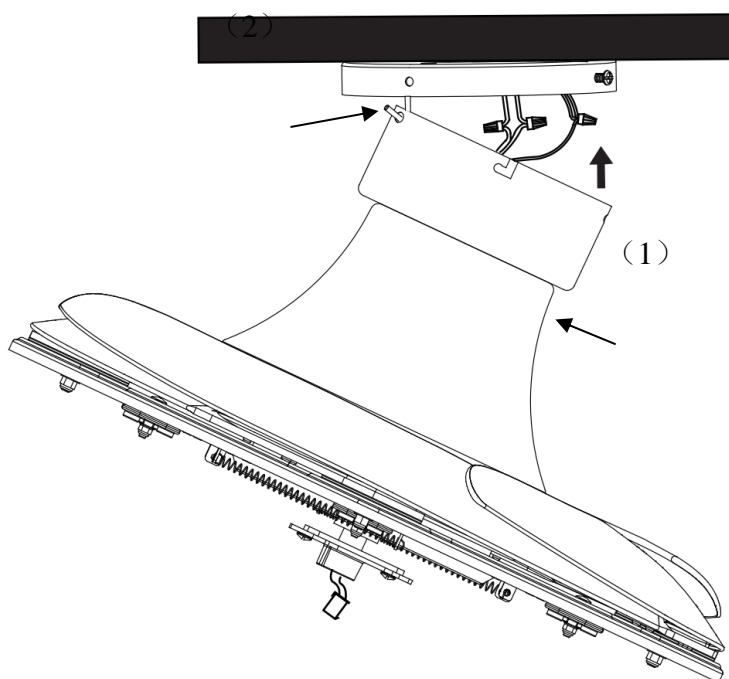

Fig. 6
- Eleve el conjunto del ventilador (1) sobre el soporte de armado. Cuelgue el conjunto del ventilador en el gancho en forma de J (2) del soporte de armado. (**Fig. 6**)